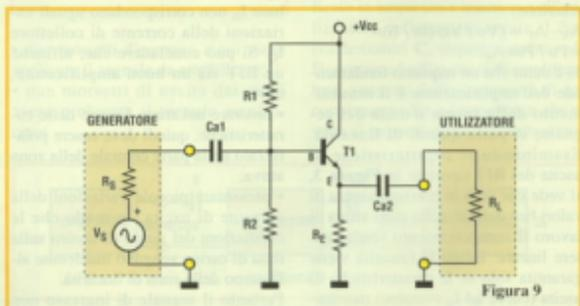
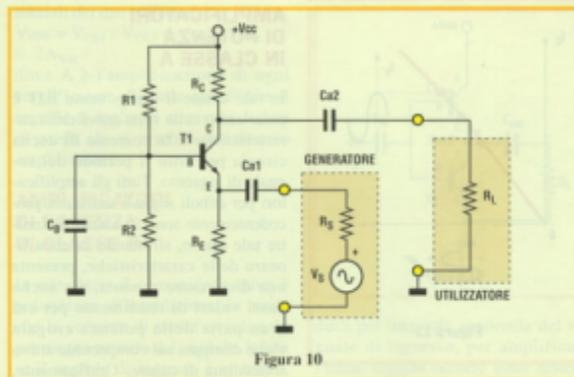

Figura 9
Figura 10
sono rappresentati rispettivamente in Figura 9 ed in Figura 10. Nella prima (CC) il segnale d'uscita risulta in fase ed è di ampiezza praticamente uguale (ma mai superiore) al segnale d'ingresso; da qui la definizione di inseguitore di emettitore (emitter follower). Inoltre la resistenza d'ingresso assume generalmente valori